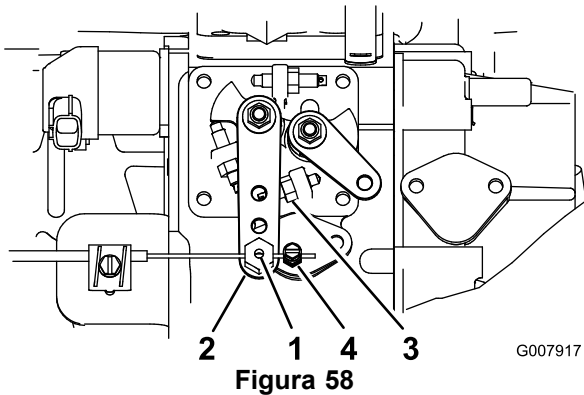

Figura 58
2. Desaperte o conector do cabo do regulador, no cabo do regulador, junto da alavanca da bomba de injeção (Figura 58).
3. Mantenha o braço da alavanca da bomba de injeção contra o travão de ralenti elevado (Figura 58).